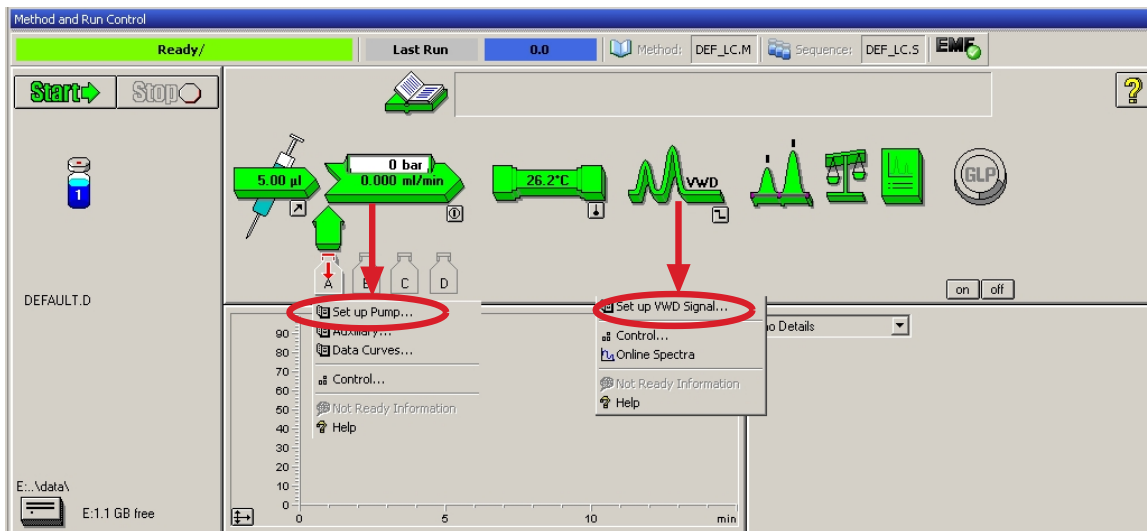
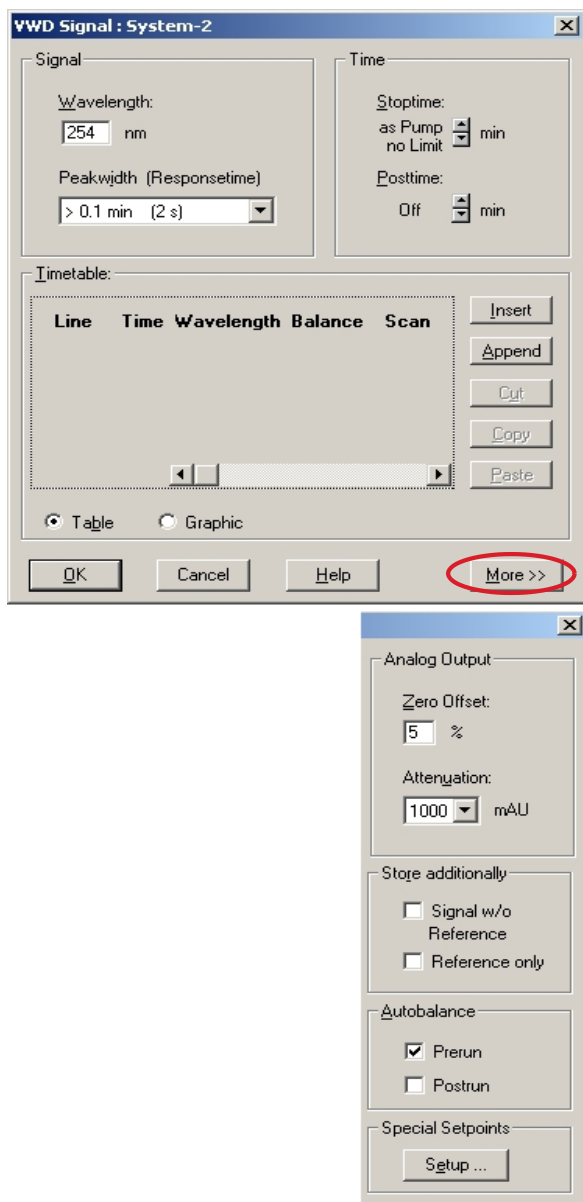

Figure 40 Ouverture du menu du module
Figure 41 Paramètres du détecteur (par défaut)
- 9 Cliquez sur les icônes de module (Figure 40, page 98) et ouvrez le menu **Setup** (Configuration) de chaque module. La Figure 41, page 99 présente les paramètres du détecteur (ne les modifiez pas à ce stade).